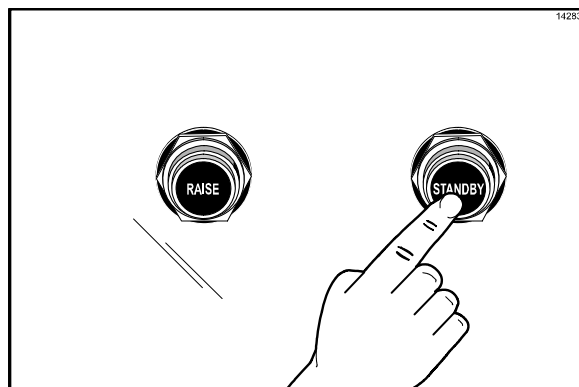

Рисунок 21
3. После того, как продукт будет уложен предписанным способом, нажмите на кнопку "ОЖИДАНИЕ", чтобы запустить цикл приготовления. (См. рис. 21)